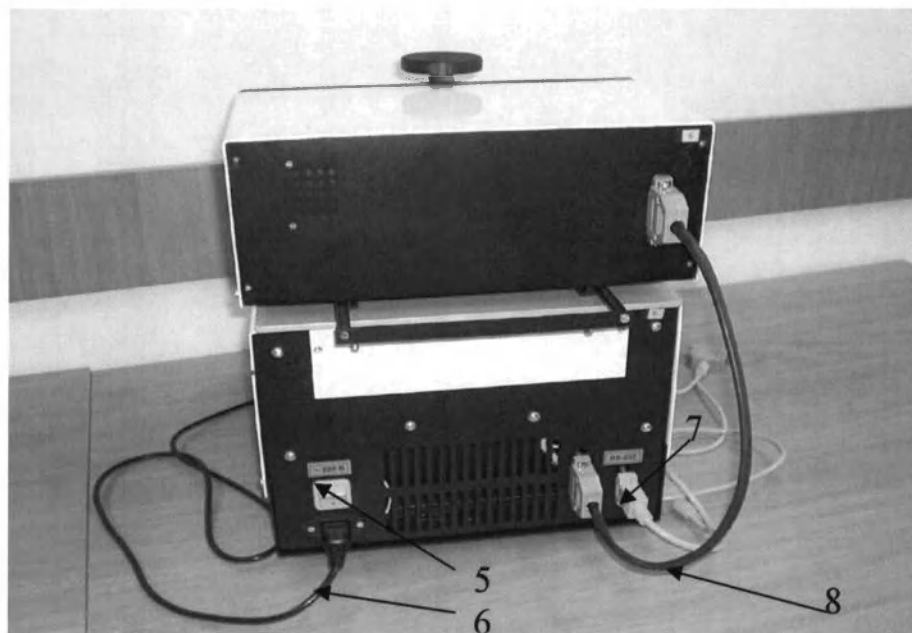

Рисунок 1.2 - Вид устройства «АНК» сзади
На задней панели теплового блока (см. рисунок 1.2) находится тумблер включения-выключения устройства (5), а также разъемы, к которым подсоединяются сетевой шнур (6) и кабель канала последовательной связи RS-232 (7). Обе части устройства соединены жгутом (8).